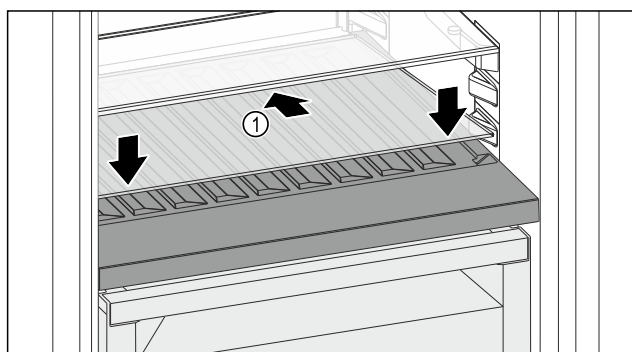

Fig. 118
- Placer la plaque de verre Fig. 118 (1) en biais et inclinée vers le bas.
- Abaisser l'avant de la plaque de verre Fig. 118 (1).